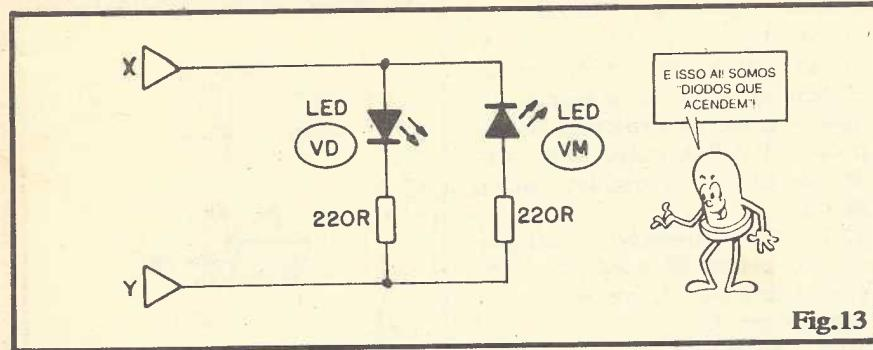
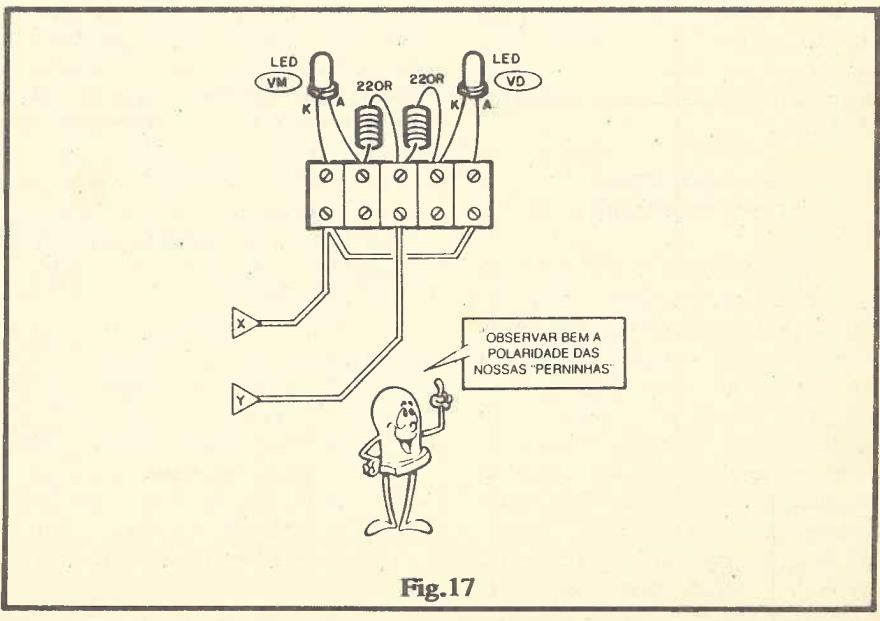

Fig. 13
Fig.17
- FIG. 13 - Módulo com LEDs, cada um protegido pelo respectivo resistor limitador de corrente, porém com os ditos LEDs em "oposição" um ao outro (em termos de polarização ou "direção"). Não esquecer que LEDs são, basicamente, DIODOS, com a capacidade de emitir luz, quando percorridos pela conveniente corrente, no SENTIDO DIRETO...
FIG. 17 - Chapeado da experiência com LEDs opostamente polarizados (esquema da fig. 13). Lembrando que os LEDs são, na verdade, DIODOS com a especial “habilidade” de emitirem luz, quando polarizados no sentido direto, ligar cuidadosamente os componentes aos 5 segmentos da barra de conetores, interligando o módulo ao módulo/gerador, via pontos “X” e “Y”. ATENÇÃO às posições relativas dos terminais dos LEDs (a fig. 14 está lá, para eliminar dúvidas quanto à identificação dos terminais dos componentes...).
- Para os Leitores/Alunos que já começam a pensar em aplicações práticas (isso é bom, já que vai desenvolvendo a criatividade do Aluno, “coisa” que nenhum Curso - mesmo o do ABC - pode ensinar diretamente...), a experiência da fig. 17 (mais a fig. 15) pode transformar-se num SINALIZADOR À DISTÂNCIA! Vejamos: se o módulo/LEDs ficar em determinado local, podem ser “puxadas” as conexões “X” e “Y” ao módulo/gerador através de um par de fios finos (cabo paralelo nº 24 ou 26...), por uma longa distância (até 50 metros, ou mais...). Estabelecido um código para “o que quer dizer” o acendimento do LED vermelho ou do LED verde, o Leitor/Aluno poderá, através do simples aciona-